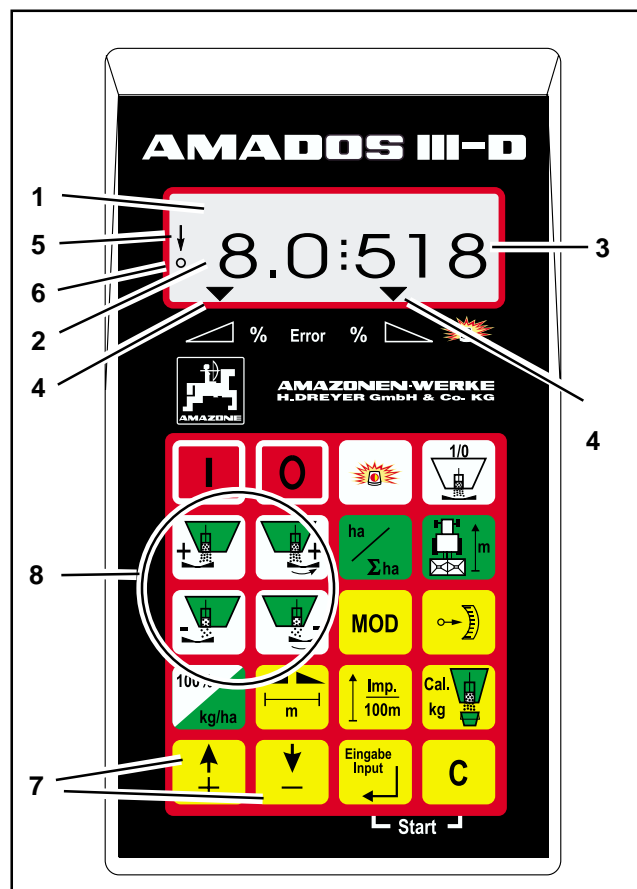

Fig. 1
"AMADOS III-D" está equipado con una pantalla para 6 dígitos (Fig. 1/1). Cuando la máquina está en posición de trabajo la pantalla indica
- la velocidad momentánea (Fig. 1/2) en [km/h],
- la dosis momentánea (Fig. 1/3) en [kg/ha] y
- los elementos de control de funciones (Fig. 1/4) como p.ej. la apertura de la compuerta izquierda y derecha.
En el borde izquierdo de la pantalla se dispone de 2 símbolos adicionales. La flecha vertical (Fig. 1/5) aparece cuando la máquina conectada se encuentra en posición de trabajo. El círculo de más abajo (Fig. 1/6) debe parpadear e indicar durante la marcha los datos sobre área y recorrido que el sensor transmite por impulsos al "AMADOS III-D".
La variación de la dosis en conjunto para ambas compuertas se realiza mediante las teclas + / - (Fig. 1/7). Al presionar una vez la tecla se varía la dosis conjunta para ambas compuertas en + ó - 10%.
La variación independiente de dosis para la compuerta derecha y la izquierda se logra con las teclas + / - compuerta derecha / izquierda (Fig. 1/8). Al presionar una vez la tecla se varía la dosis regulada para cada